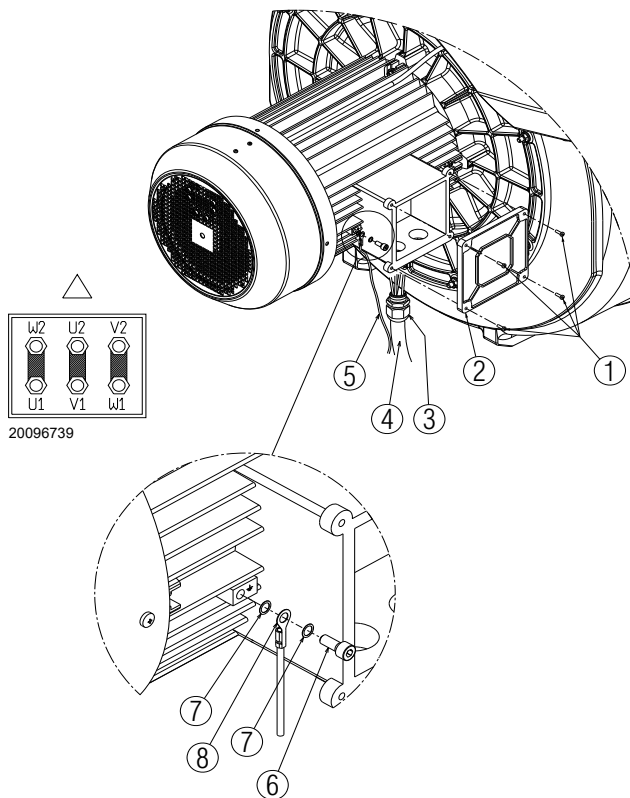

Abb. 23
- für den Zugriff auf das Motorgehäuse die vier Schrauben 1)(Abb. 23) lösen und den Deckel 2) abnehmen.
- Eine abschließende Sichtprüfung durchführen und durch Eindrehen der 4 Schrauben 1)(Abb. 23) das Motorgehäuse schließen.